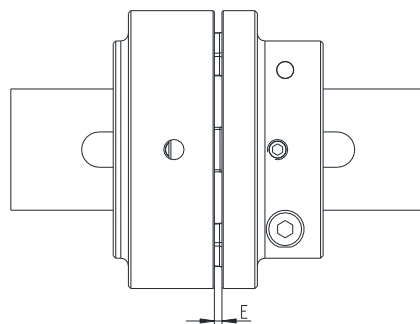

Figura 11: montagem do acoplamento
- Posicionar a unidade acionadora ou acionada em sentido axial até atingir a dimensão E (veja figura 11).
- Quando os agregados já estiverem montados fixamente, deverá ajustar a dimensão E (ver figura 11), através da deslocação axial da parte dos cames SPLIT ou a parte da cavidade nos veios.